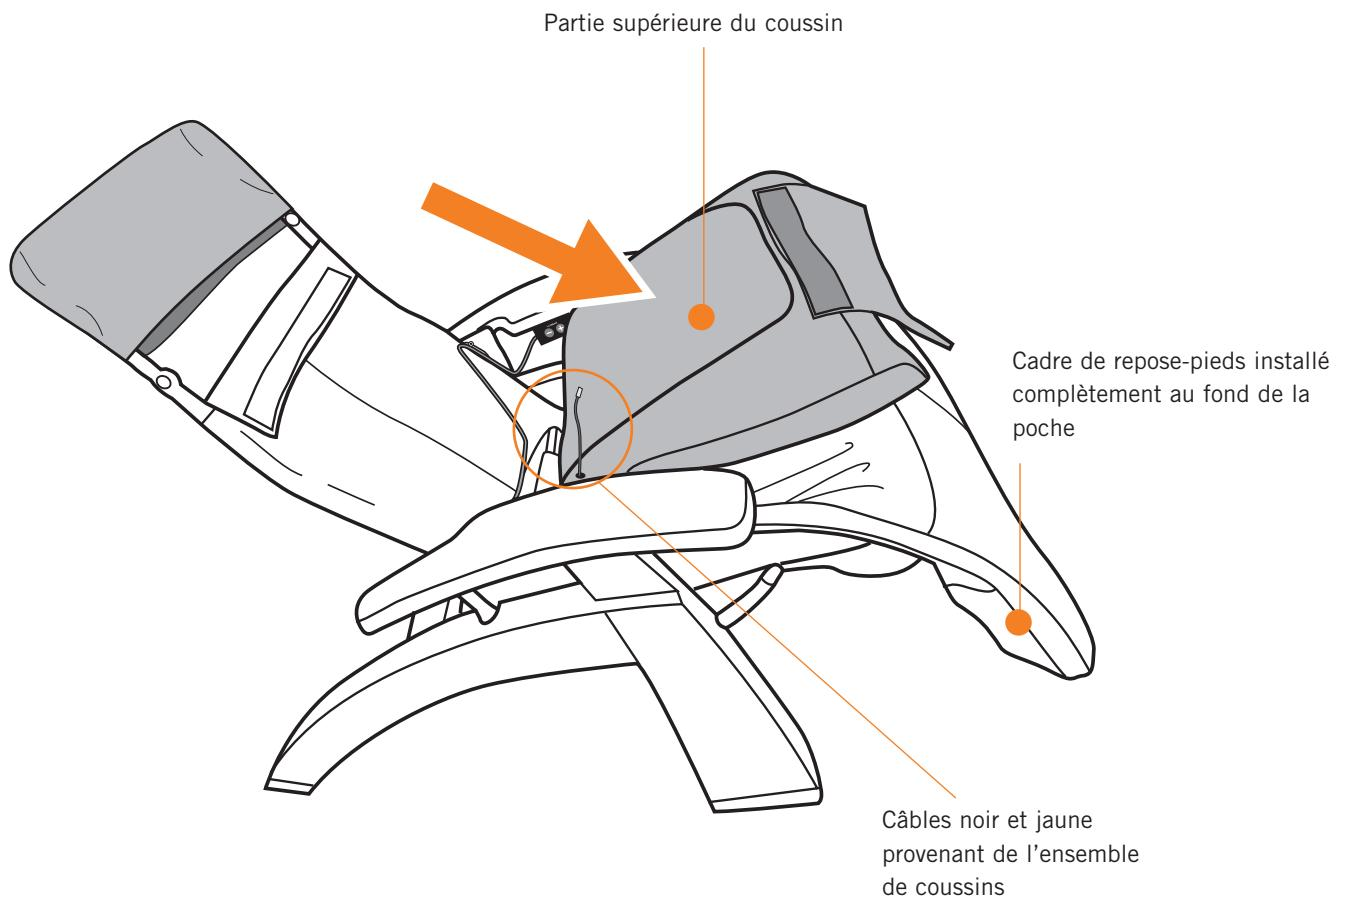

Fig.7
12. Faites glisser le coussin corporel sur le cadre de repose-pieds en vous assurant que le cadre glisse dans les poches situées sur les coins inférieurs du coussin (Fig.7).
13. Pliez la partie supérieure du coussin vers l'avant sur le siège (Fig.7).